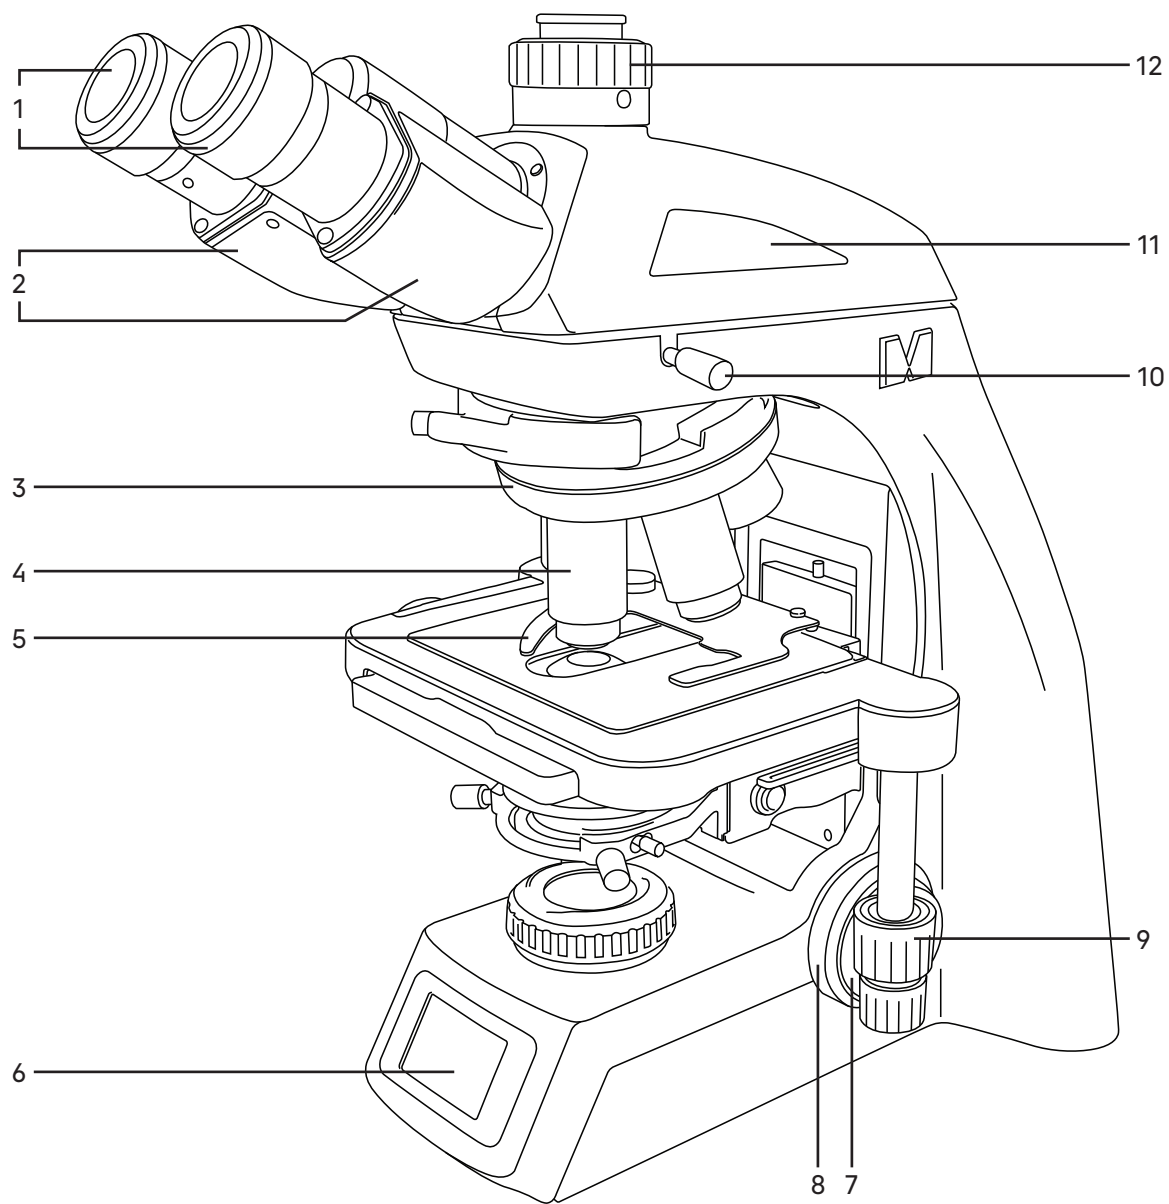
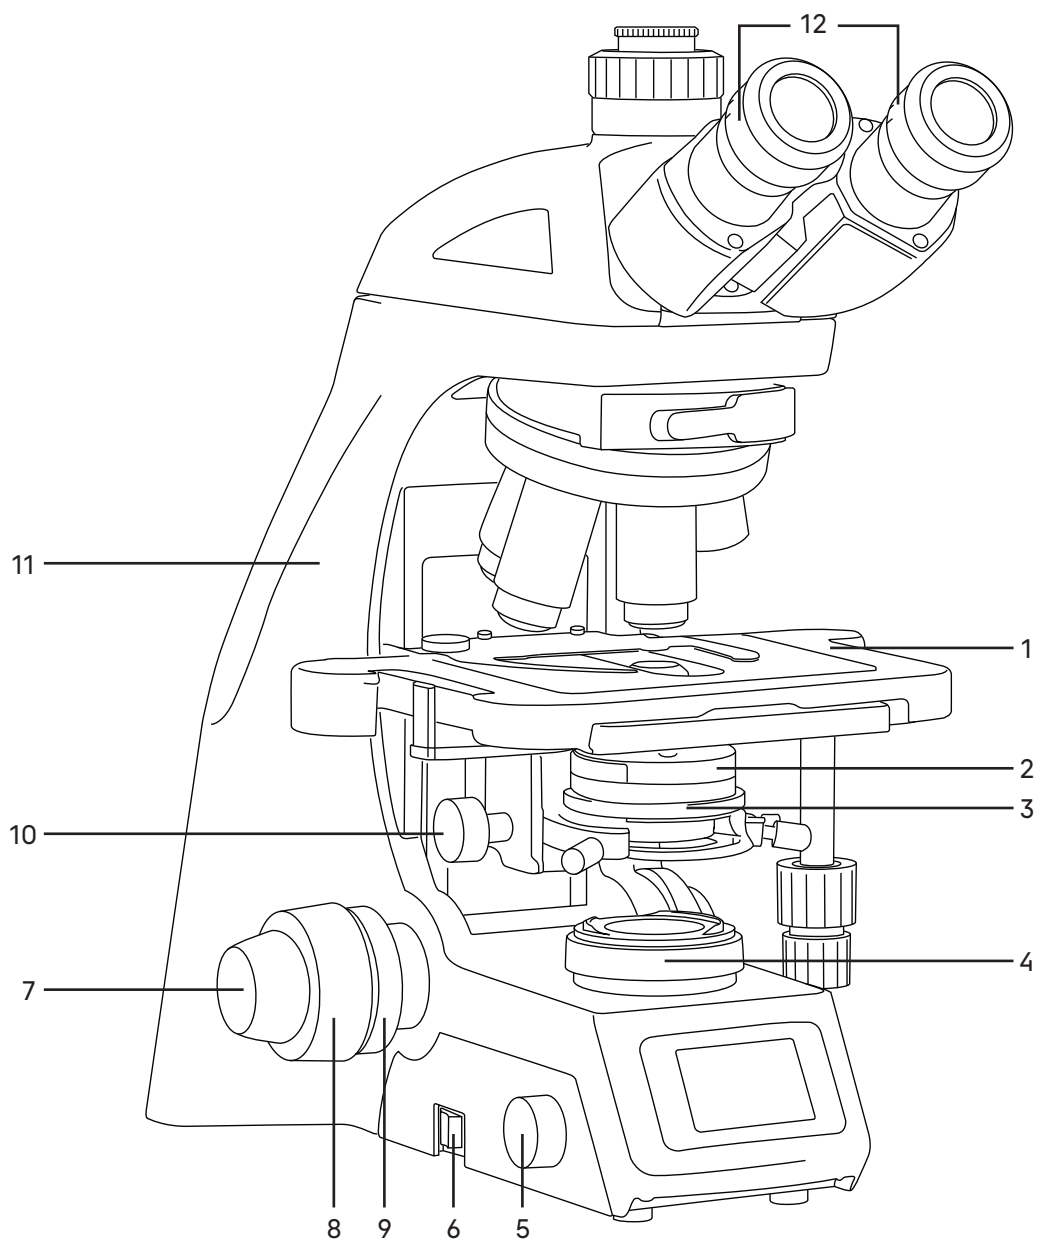

Рис. 1. Микроскоп биологический MAGUS Bio 260. Вид справа
Рис. 2. Микроскоп биологический MAGUS Bio 260. Вид слева
Общий вид микроскопа представлен на рис. 1, 2 и 3.
Штатив 11 (рис. 2) представляет собой цельную конструкцию с основанием. Основание имеет Y-образную устойчивую эргономичную форму.
- револьвер 3 (рис. 1) с объективами 4 (рис.1);
- предметный столик 1 (рис. 2);
- конденсор 3 (рис. 2);
- коллектор в оправе 4 (рис. 2).
Слева на основании штатива расположена кнопка выключателя электропитания 6 (рис. 2).
Ручка 5 (рис. 2) служит для управления системой освещения.
Фокусировка на объект осуществляется перемещением по высоте предметного столика 1 (рис. 2). Грубая фокусировка производится вращением рукояток 8 (рис. 1, 2), расположенных по обеим сторонам штатива.
Тонкая фокусировка производится вращением рукояток 7 (рис. 1, 2), расположенных по обеим сторонам штатива. Тонкая фокусировка требуется для точного фокусирования на объект и для подфокусировки микроскопа на резкость изображения при смене объективов и препаратов.
Механизм регулировки жесткости хода грубой фокусировки 9 (рис. 2) – кольцо между штативом и рукояткой грубой фокусировки с левой стороны. С помощью кольца регулируется жесткость хода грубой фокусировки так, чтобы жесткость была комфортной для пользователя, но при этом столик не опускался самопроизвольно во время работы.
Визуальная насадка обеспечивает визуальное наблюдение изображения объекта. Насадка устанавливается в отверстие штатива 11 (рис. 2) и закрепляется винтом 10 (рис. 1). Насадку при установке развернуть окулярами в сторону предметного столика.
Изменение межзрачкового расстояния в насадке осуществляется разворотом окулярных тубусов 2 (рис. 1) в пределах 47–75 мм. Значение расстояния, установленного в соответствии с глазной базой наблюдателя, отсчитывается по шкале на насадке.
Механизм диоптрийной подвижки окуляров служит для компенсации аметропии глаз наблюдателя. Находится на обоих окулярных тубусах – кольцо 12 (рис. 2).
Тринокулярная визуальная насадка: в вертикальный выход корпуса визуальной насадки 12 (рис. 1) (канал визуализации) для фиксации камеры установлен переходник C-mount. Камера служит для вывода изображения на экран компьютера или монитор/телевизор. Деление светового потока окуляры/канал визуализации (в %): 50/50.
В комплект микроскопа входят окуляры 1 (рис. 1). Окуляры имеют высокое положение выходного зрачка и предназначены для работы как в очках, так и без них.
Револьверное устройство 3 (рис. 1) обеспечивает установку пяти объективов 4 (рис. 1). Смена объективов производится вращением револьверного устройства за рифленую поверхность до фиксированного положения.
Объективы 4 (рис. 1) рассчитаны на длину тубуса «бесконечность». Парфокальная высота объективов 60 мм, линейное поле зрения в плоскости изображения 22 мм. Рассчитаны для работы с препаратами с толщиной покровного стекла 0,17 мм или без покровного стекла. Микроскоп укомплектован объективами-планахроматами с увеличением 4х, 10х, 40х, 100х. Дополнительно возможна комплектация объективами другого увеличения, типа коррекции и иммерсионной системы.
Конденсор 3 (рис. 2) установлен под предметным столиком микроскопа. Конденсор устанавливается по направляющим при поднятом столике и опущенном кронштейне. Конденсор фиксируется в кронштейне винтом справа. Кронштейн конденсора имеет пружинный держатель, с помощью которого двумя винтами конденсор центрируется в оптической оси.
Перемещение конденсора вдоль оптической оси микроскопа осуществляется с помощью рукоятки перемещения кронштейна конденсора 10 (рис. 2), расположенной слева от наблюдателя под столиком микроскопа. Диапазон перемещения конденсора – не менее 26 мм.
Ирисовая апертурная диафрагма регулируется (открывается/закрывается) кольцом 2 (рис. 2). Конденсор имеет маркировку увеличения объективов. Для достижения наилучшего качества изображения рекомендуется прикрывать апертурную диафрагму конденсора приблизительно на 1/3 диаметра выходного зрачка объектива. В таком положении рукоятка регулировки диафрагмы совпадает с цифровым обозначением объектива, введенного в ход лучей, и обеспечивает изображение с хорошей контрастностью.
Двухкоординатный предметный столик 1 (рис. 2) обеспечивает перемещение объекта в двух взаимно-перпендикулярных направлениях с помощью рукояток 9 (рис. 1), расположенных на одной оси.
У столика отсутствует выдвижная зубчатая рейка по оси X, что повышает эргономичность работы. Механизм с ременной передачей плавно перемещает объект. Объект крепится на поверхности столика между держателем и прижимом препаратодержателя 5 (рис. 1), для чего прижим отводится в сторону. Препаратодержатель крепится к столику при помощи двух винтов. При снятом препаратодержателе объект можно перемещать рукой.
Встроенный в основание микроскопа осветитель включает коллектор в оправе 4 (рис. 2) и источник света – светодиод. Включение осветителя осуществляется с помощью выключателя питания 6 (рис. 2) на левой панели штатива. Регулировка яркости осуществляется ручкой 5 (рис. 2).